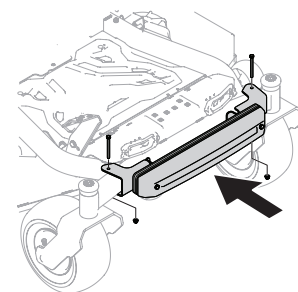

Figura 31
3. Centre visualmente el conjunto de barra de pesas en el tractor y con dos tornillos de cabeza hexagonal de 7/16" (710-3056) y dos tuercas (712-04063) sujete el conjunto de contrapeso al tractor como se indica en la Figura 31.